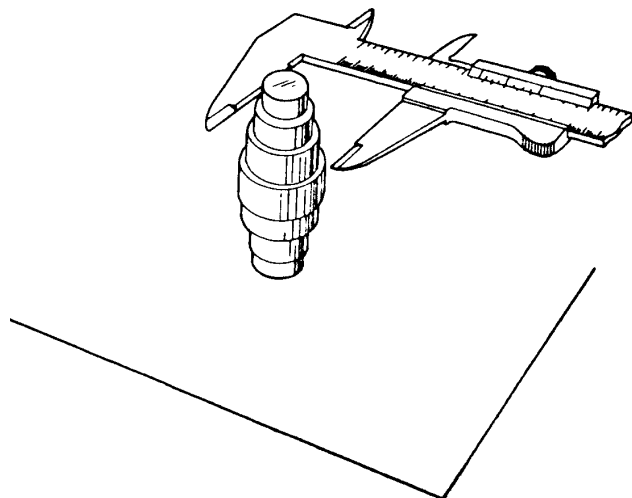

Fig.4
- b. Encoste o centro do encosto fixo em uma das extremidades do diâmetro por medir (fig.4).